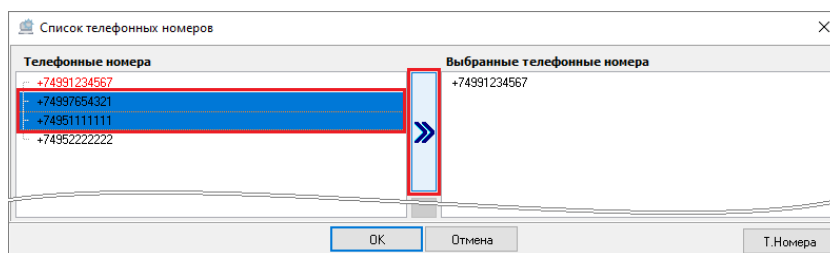

Рисунок 6-175 Привязка телефонных номеров абонента кнопкой переноса
- в окне «Список телефонных номеров» в поле «Телефонные номера» выделите один или несколько телефонных номеров (для выделения сразу нескольких номеров нажмите и удерживайте на клавиатуре клавишу <Shift> для выбора диапазона или клавишу <Ctrl> для комбинированного выбора) и нажмите кнопку переноса  (см. Рисунок 6-175);